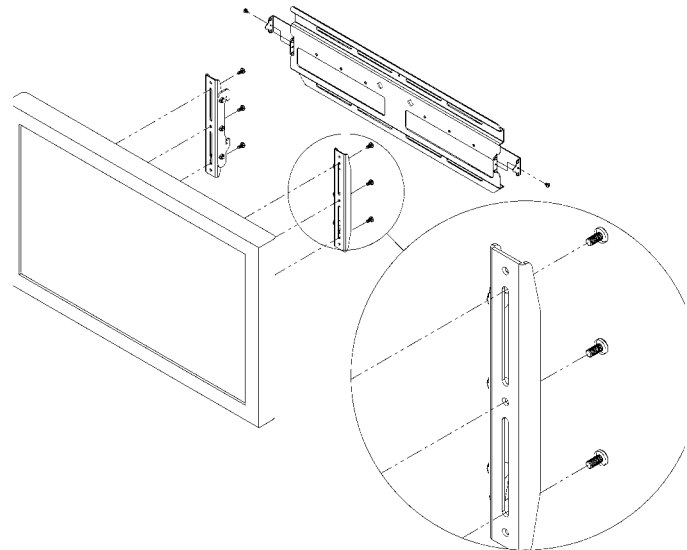

Figura 2. Collocare le staffe sul display
1. Collocare le staffe d'interfaccia (20 e 30) sul retro del display, allineando i fori con gli inserti di montaggio. Vedere la figura 2.
2. Assicurare i gruppi delle staffe sinistra e destra (20 e 30) al display mediante le viti (40).